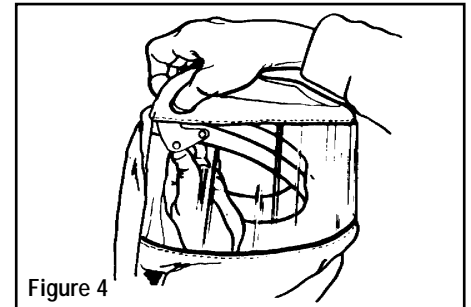

Figure 4
5. Engagez les quatre fermoirs du bandeau dans les boutons correspondants attachés au visière (voir la figure 4).